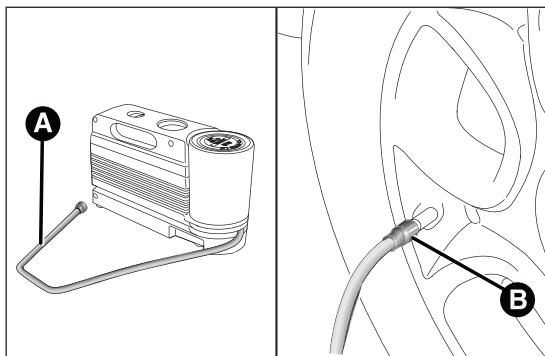

fig. 153
- ☐ **Azionare il freno a mano.** Svitare il cappuccio dalla valvola del pneumatico, estrarre il tubo flessibile di riempimento A fig. 153 ed avvitare la ghiera B sulla valvola del pneumatico;